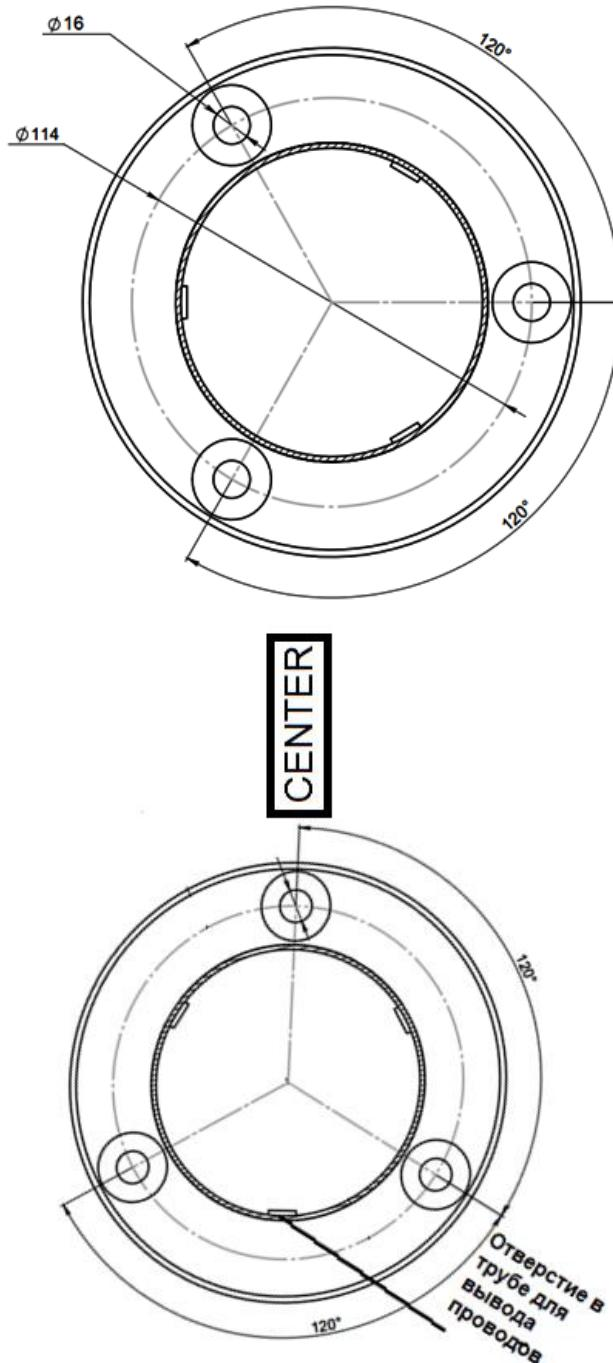

Рисунок 3 – Установочные размеры площадки
4.2.4 Рисунок 3 – выполнить разметку и просверлить 3 отверстия диаметром 16 мм в полу под анкера крепления стойки калитки.